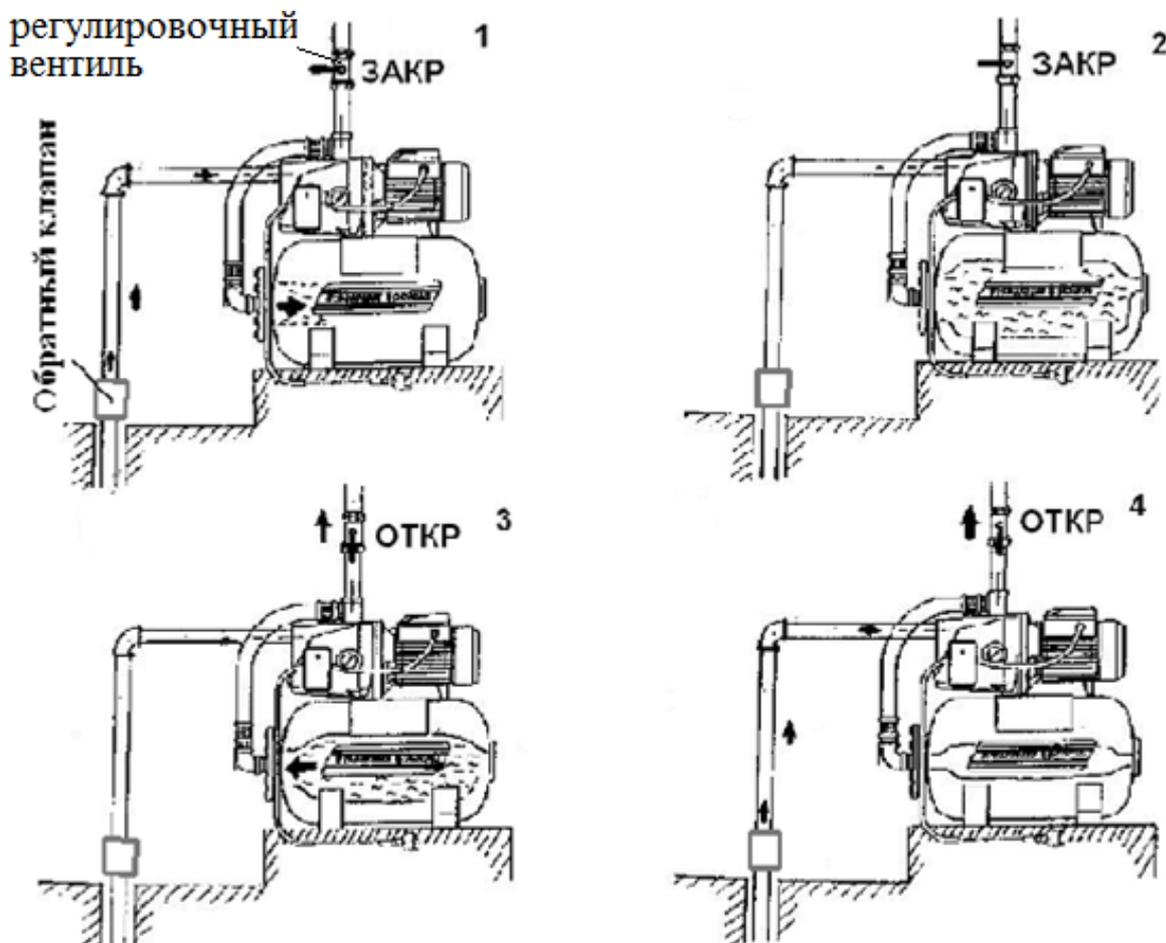

Рис. 2
1. После подключения насоса (см. рис.2) к системе водоснабжения и включения его в электросеть, насос подает воду в бак-гидроаккумулятор и систему водоснабжения дома.